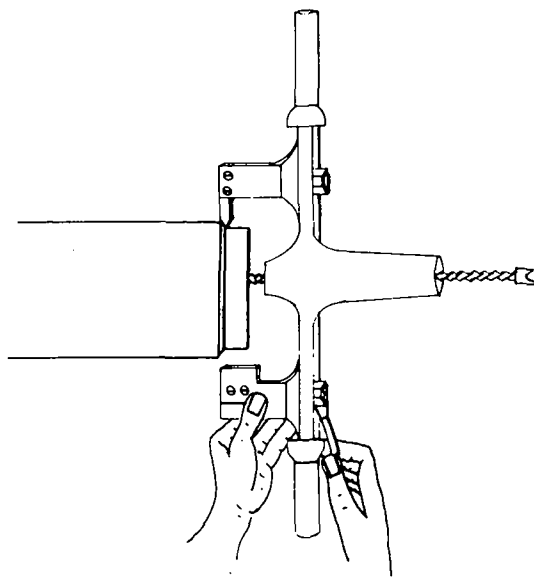

FIG. 7
8.º Passo — Encoste a ferramenta de alisar para reduzir a vibração (fig. 7).